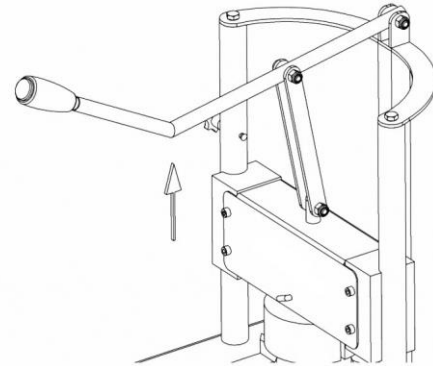

Figure 3
- Soulevez le bras (03) de votre produit d'une main sur l'axe vertical (Figure 3). De l'autre main, poussez la vis de verrouillage de sécurité (22) vers l'intérieur, sans relâcher le bras (03). Ceci empêchera la chute de la cale de poussée (18).